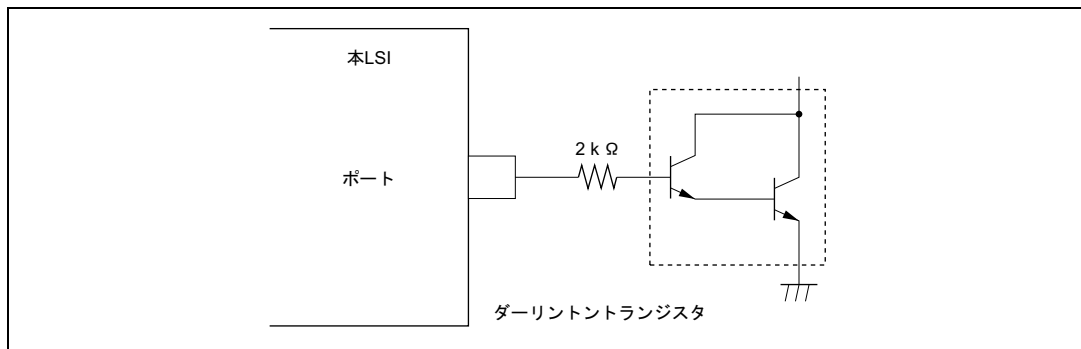
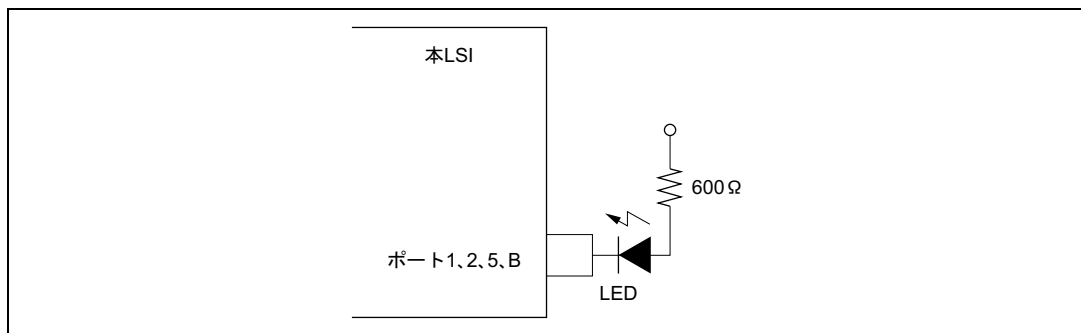

図 21.4 ダーリントントランジスタ駆動回路例
図 21.5 LED 駆動回路例
- ダーリントントランジスタや、LED を直接駆動する場合には、図 21.4、図 21.5 に示すように、出力に必ず電流制限抵抗を挿入してください。